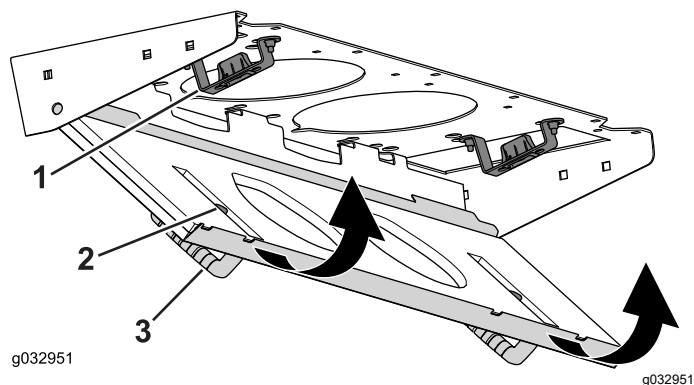

Figura 88
4. Rotiți ecranul filtrului în jurul proeminențelor până când elementul de fixare se blochează în ansamblul acestuia (Figura 88).